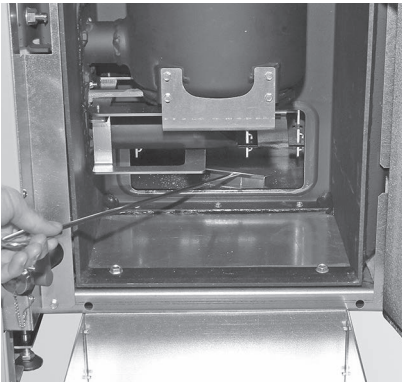

Fig. 40 Rimuovere la cenere sotto la superficie riscaldante nel recipiente per la cenere
- ▶ Con il raschietto rimuovere la cenere da sotto la superficie riscaldante nel recipiente per cenere – Fig. 40.